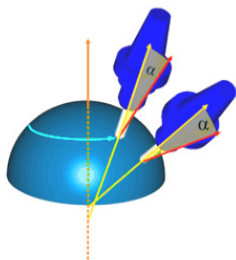

图 2-262 刀具交叉于倾斜轴
- **〔刀具交叉于倾斜轴〕**: 设置生成的刀轴指向基准轴, 如图 2-262 所示。